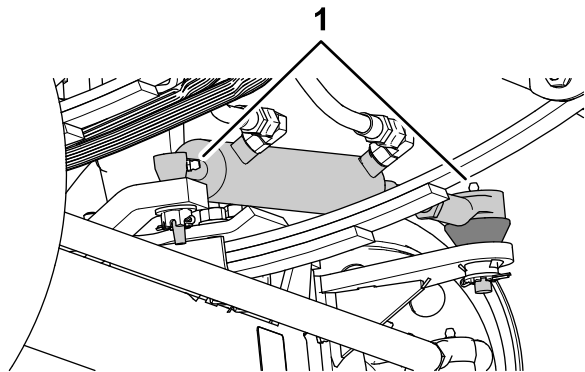
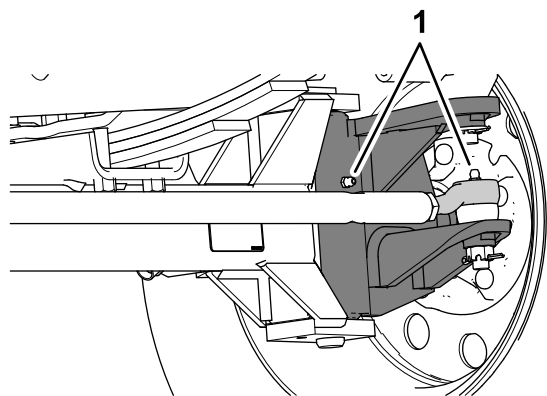

Figure 68
Figure 69
1. Essuyez les graisseurs (Figure 68 et Figure 69).
2. Injectez de la graisse dans les graisseurs (Figure 68 et Figure 69).
**Remarque:** Les emplacements des graisseurs sont illustrés à la Figure 68.